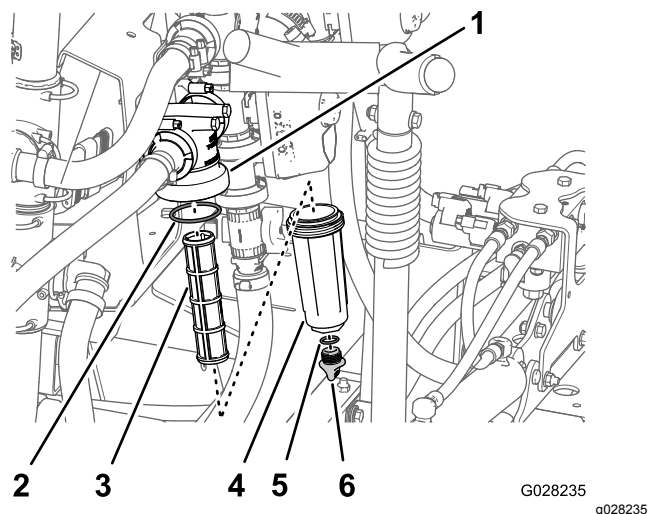

图 48
2. 在压力式滤清器下放置一个排放盘图 48。
3. 逆时针旋转排油盖然后将其从压力式滤清器的油碗中取出图 48。
4. 逆时针旋转油碗然后拆下滤清器头图 48。
5. 拆下压力式滤清器的滤芯图 48。
7. 检查排油塞的垫片在油碗内侧和油碗的垫片在滤清器头内侧是否有磨损和损坏图 48。
8. 将压力式滤清器滤芯安装到滤清器头中图 48。
9. 将油碗安装到滤头上并用手紧固图 48。
10. 将排油盖安装到油碗底部的接头上然后用手拧紧排油盖图 48。